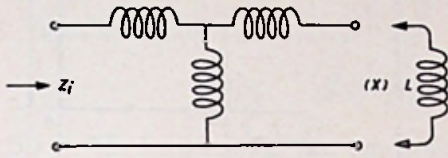

Fig. 48 30901
A. T-cel opgebouwd uit zelfinducties en ook belast met een zelfinductie (fig. 48).